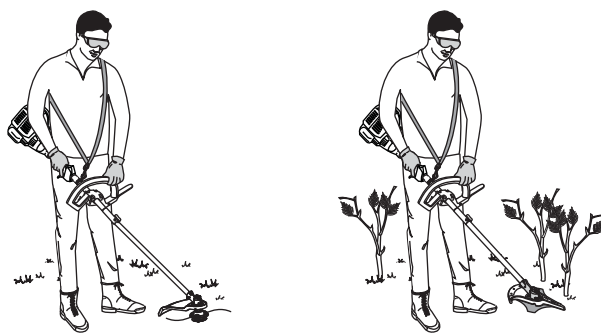

Fig. 13
- Párese en la posición de arranque (Fig. 13). Párese derecho. No se incline sobre el aparato.